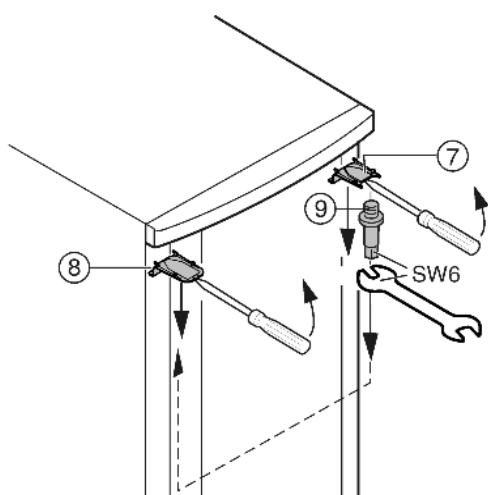

Fig. 7
- ▶ Za pomocą śrubokrętu podważyć z przodu osłonę Fig. 7 (7) u góry i osłonę Fig. 7 (8) i wyjąć je skośnie w dół.
- ▶ Wykręcić trzpień zawiasu Fig. 7 (9) i wkręcić mocno po przeciwnej stronie (z siłą 4 Nm).
- ▶ Ponownie zamontować osłonę Fig. 7 (7) po stronie sworznia łożyska: nasadzić z tyłu i zażębić z przodu.
- ▶ Zamontować osłonę Fig. 7 (8) po przeciwległej stronie: nasadzić z tyłu i zażębić z przodu.
- ▶ Drzwi zawiesić na górze na trzpieniach zawiasów Fig. 7 (9).